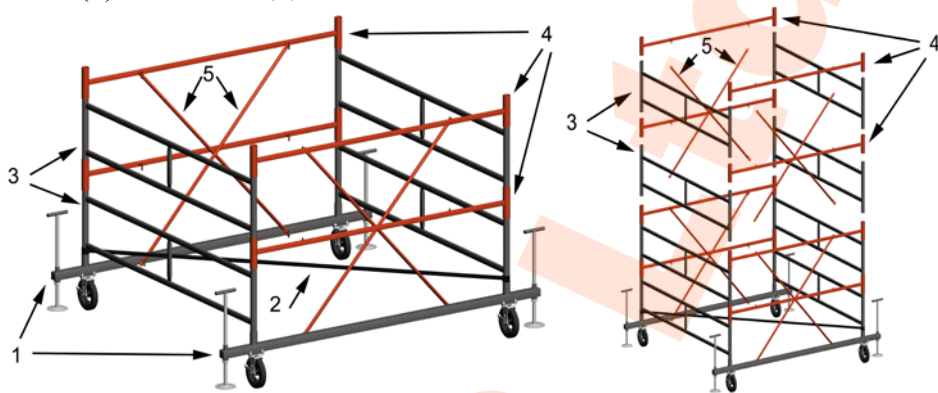

Рис.2
- 3.4. Установить сверху на лестницы (3) соединительные гантели (4) замками внутрь.(рис.2)